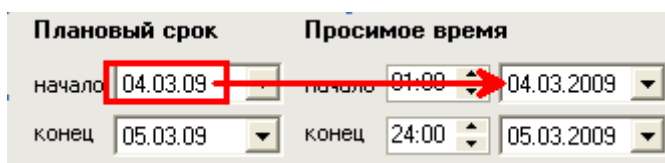

Рисунок 16.7 – Копирование значения планового срока в поля просимого времени
- **«При создании заявки копировать значения планового срока в поля просимого времени»**. Если этот флаг установлен, то при заведении плановой заявки в мастере создания заявок на восьмом шаге (см. раздел «10 Создание заявок») осуществляется следующее (Рисунок 16.7):